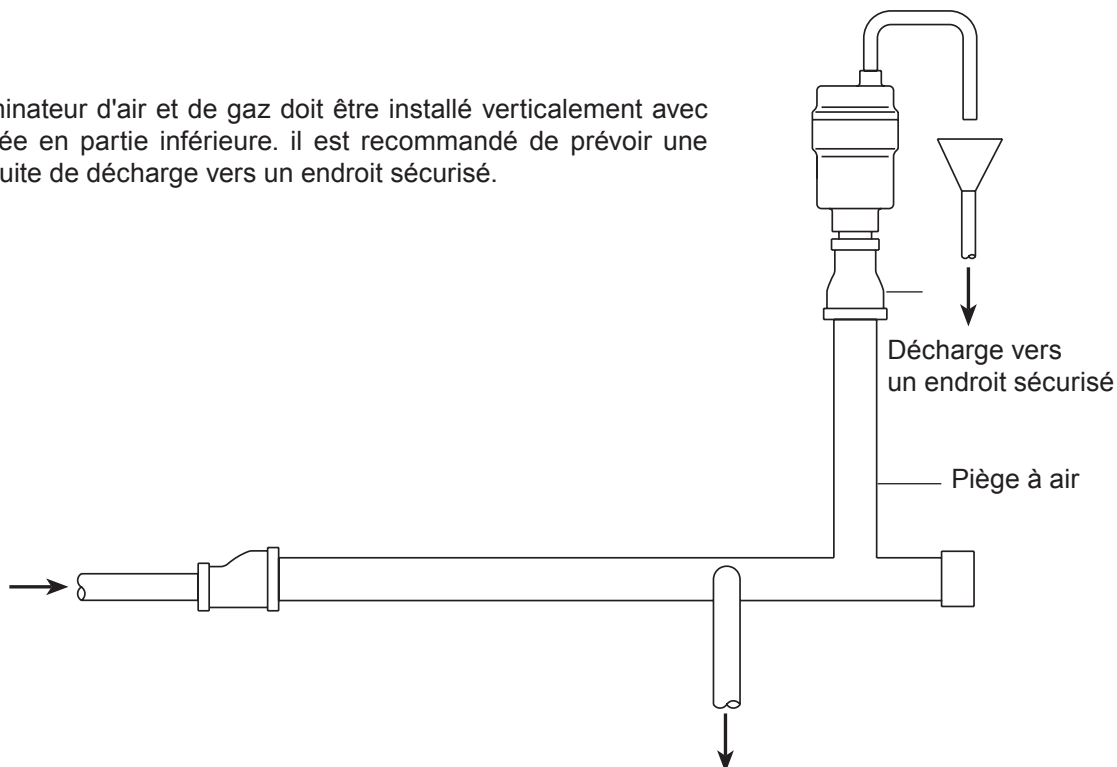

Fig. 2 Application type
- 3.4** L'AE36 doit être installé verticalement avec l'entrée en partie inférieure. Comme pour tous les éliminateurs d'air, un suintement peut se produire lorsque des impuretés viennent se déposer sur le clapet. Pour cette raison, il est recommandé de prévoir une conduite de décharge vers un endroit sécurisé. Dans ce but, l'orifice de sortie est fileté 1/4" BSP ou NPT. Voir la figure 2 pour une application type.